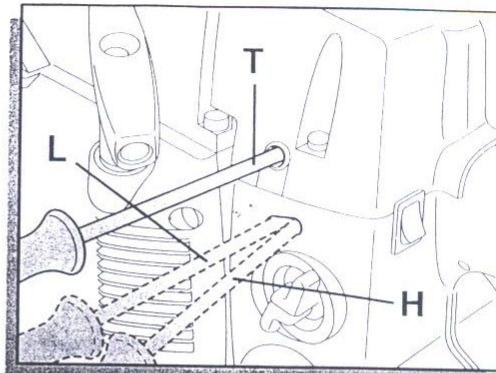

fig. 10
- Når motoren er slukket, spænd tomgangsskruen "L" (fig. 10) til og løsn derefter ca. 1 omgang.
- Når motoren er slukket, spænd fuld-gasskruen "H" (fig. 10) til, og løsn derefter ca. 1 omgang.
- Spænd "T-skruen" (fig. 10) med uret indtil kæden bevæger sig, løsn derefter skruen langsomt indtil kæden stopper.